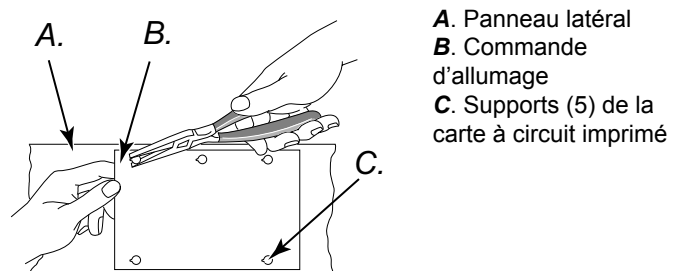

Figure 30 – Retrait de la carte à circuit imprimé.
3. À l'aide d'une pince à bec de canard, pincer l'ergot situé sur le support de la carte à circuit imprimé et lever la commande d'allumage en la saisissant par le bord (voir Figure 30). Procéder de même pour les quatre autres supports de la carte à circuit imprimé puis retirer la commande.